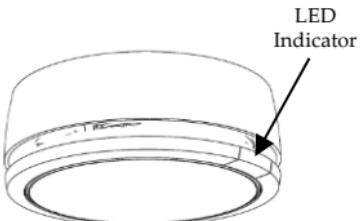

Figuur 8
4. Open het batterij compartiment (*zie Figuur 8*).